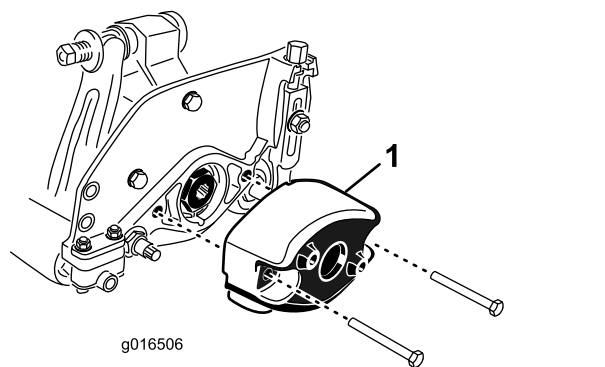

图9
1. 拆下将配重块固定到滚刀组左端的 2 个螺栓。拆下配重块 图9。
5. 在滚刀组右端的 O 形圈上涂抹一薄层润滑脂用之前拆下的螺栓安装配重块图9。上紧螺栓扭矩至 1620N·m。